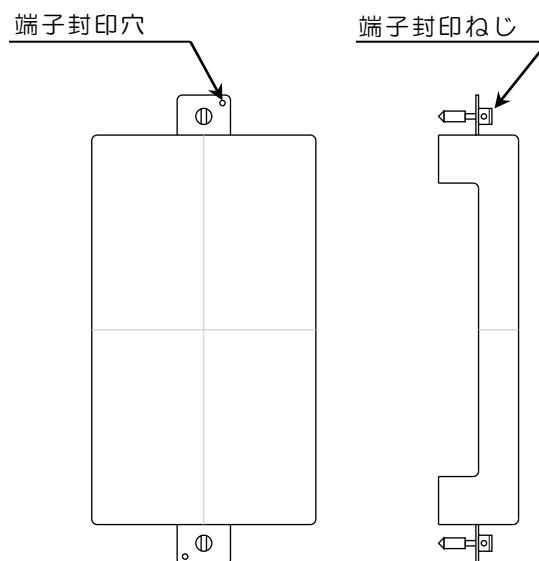

図 6. 端子カバー
- (10) 使用中は必ず端子カバーを取付けてください。端子カバーをお客様において封印される場合は、端子封印ねじ頭部の穴と、端子カバーに設けてあるねじ横の端子封印穴により封印を行ってください。（図 6 参照）